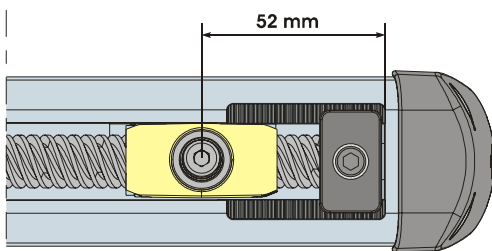
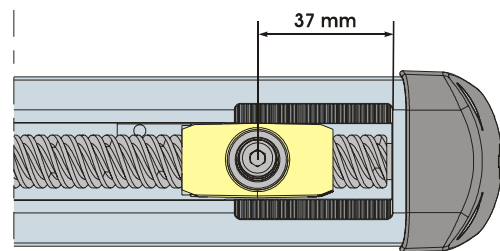

Fig. 9
Fig. 10
- 3) Vérifier que la patte d'attache antérieure se trouve dans la position indiquée dans la Fig.9 (avec l'arrêt mécanique en fermeture) ou dans la Fig.10 (sans l'arrêt mécanique en fermeture). Si cela ne se produit pas, pour amener la patte d'attache en position, alimenter momentanément l'opérateur.